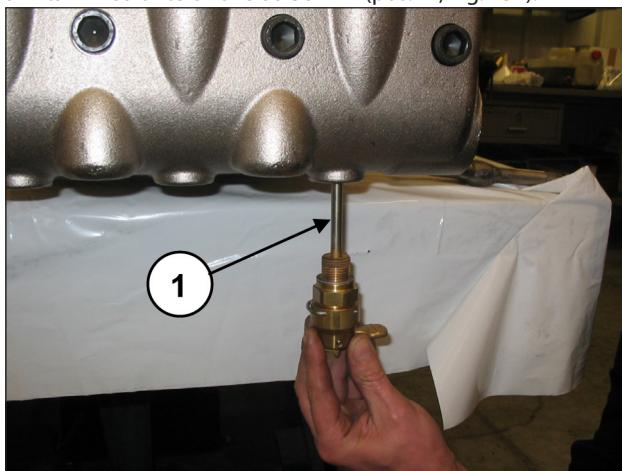
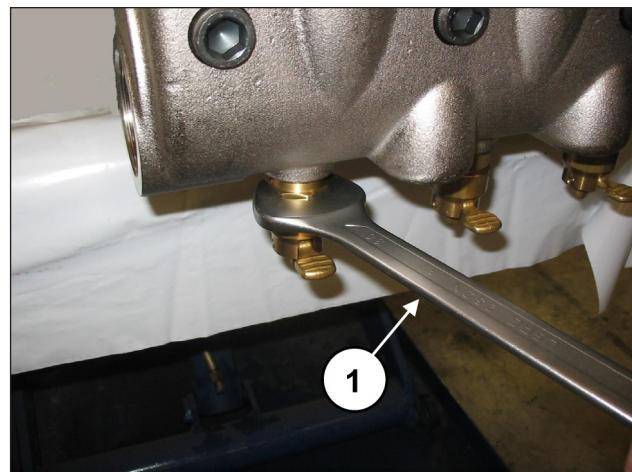

Fig. 136
Fig. 137
Applicare i dispositivi apertura valvole (pos. ①, Fig. 136) ed avitarli mediante chiave da 30 mm (pos. ①, Fig. 137).